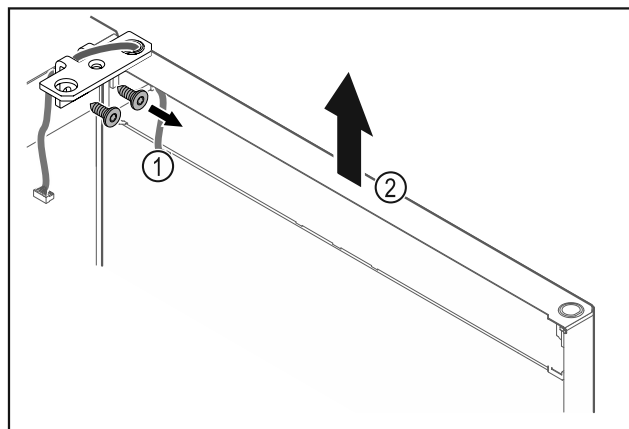

Fig. 23
- ▶ Deșurubați Fig. 23 (1) colțarul balamalei.
- ▶ Ridicați ușa inclusiv colțarul balamalei Fig. 23 (2) aproximativ 200 mm drept în sus și detașați-o.